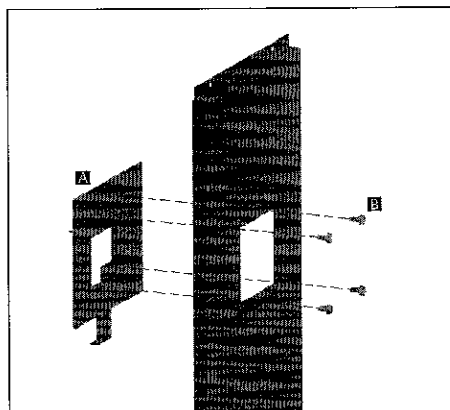

Figure 1
Mount the interlock assembly to the trim/door according to **Figure 1** with four (B) screws by installing screws from the back side of the trim/door through the main breaker opening.
Monter le système de verrou mécanique sur le panneau d'habillage/de porte comme sur la **Figure 1** avec quatre vis (B) posées depuis la face arrière du panneau à travers l'ouverture de disjoncteur principal.